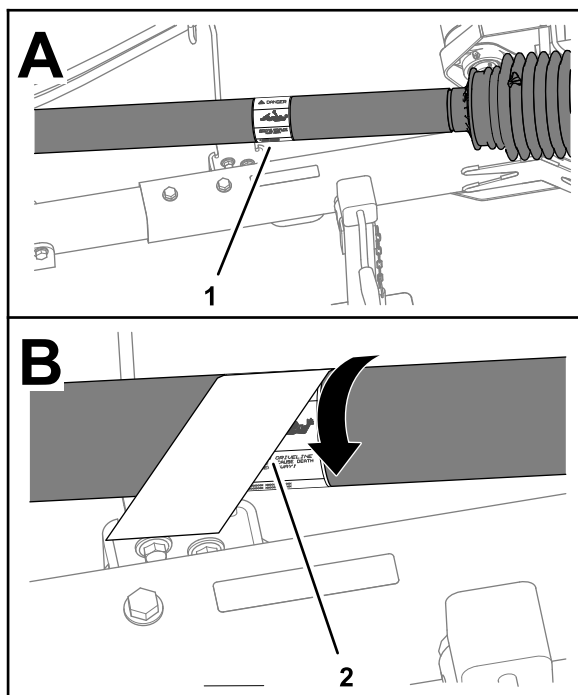

Figura 2
1. Ruotate la protezione dell'albero della PDF per accedere all'adesivo di aggrovigliamento esistente (Figura 2).
4. Posizionate l'adesivo di aggrovigliamento CE sull'adesivo di aggrovigliamento esistente (Figura 2).